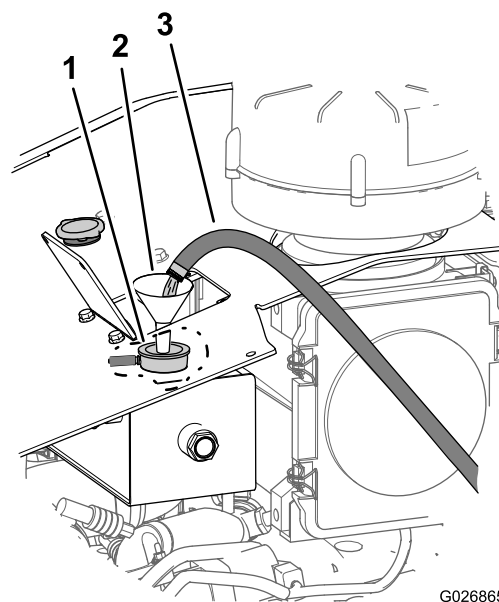

Figura 104
- A. Riempite di acqua pulita l'impianto di raffreddamento (Figura 104).